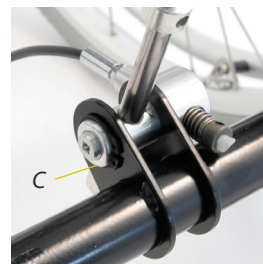

Bild 8
8. Ta bort spårringen (C, bild 8) på tipplåsets ena sida och dra ut tipplåset ur fästet.